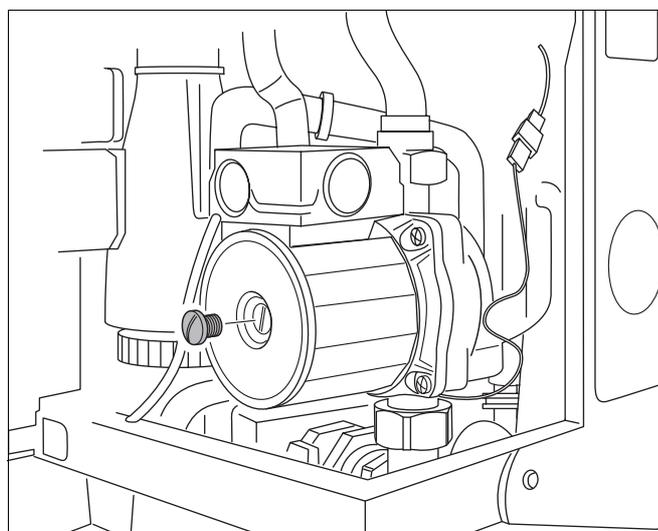

Fig. 62 Logamax plus GB122-11/19/24/24K:
- Allentare la vite di chiusura della pompa di circolazione (fig. 62).